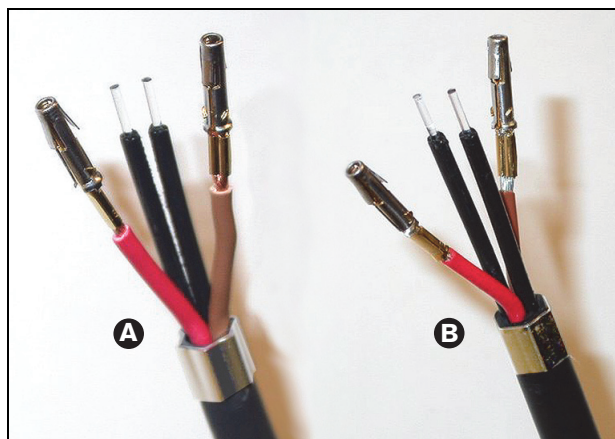

figure 30.20: Fibres optiques dénudées
- 18 Répétez les étapes 16 et 17 pour l'autre fibre du câble. Voir figure 30.20 pour le résultat de cette partie de la procédure de montage câble-connecteur.